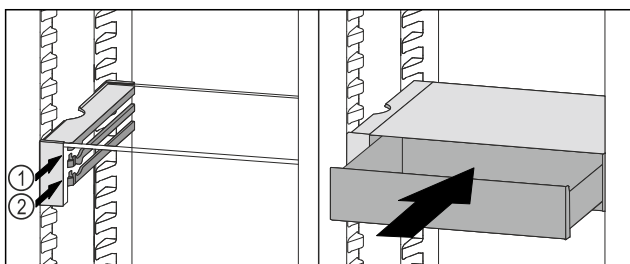

Fig. 140
- ▶ Aseta VarioSafe-vetolaatikko rajoittimien taakse halutulle kannattimelle Fig. 140 (1) tai Fig. 140 (2).